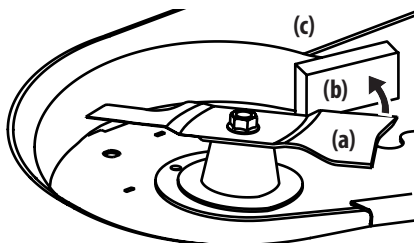

Figure 43
- Enroulez un chiffon autour d'une extrémité de la lame (a) et saisissez-la pour l'empêcher de tourner, ou bloquez la lame (a) en plaçant un bloc de bois (b) entre la lame (a) et le carter du plateau de coupe (c) (Figure 43).